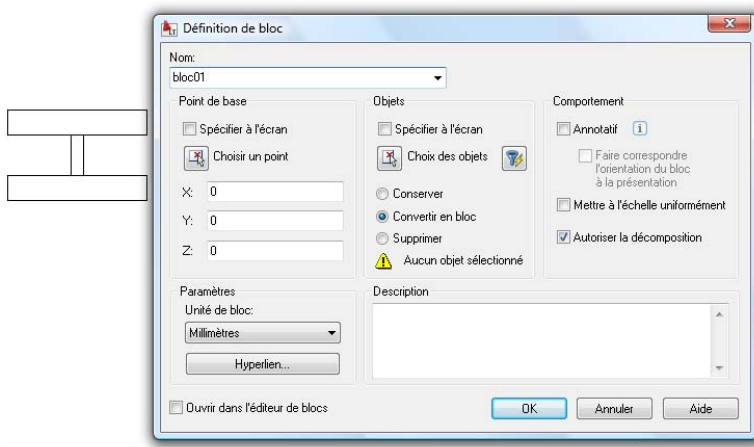

Figure 4.22
3. Cliquez sur l'outil Créer bloc. La boîte de dialogue correspondante s'affiche à l'écran (voir Figure 4.22). Nommez le bloc « bloc01 ».